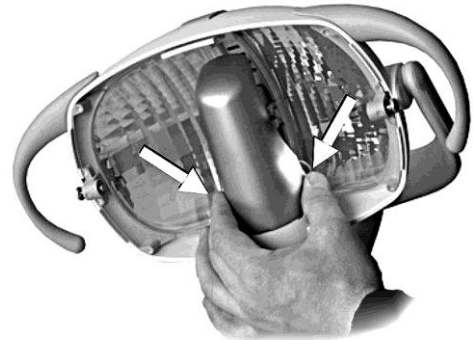

Рисунок 8.1.3.
- Витягнути екран, натискаючи на нього з двох боків, як показано на (Рисунок 8.1.3.)